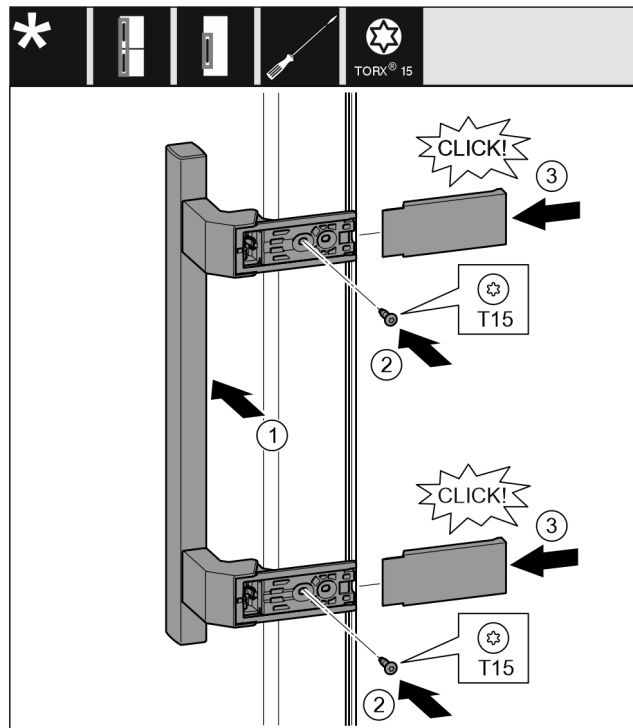

Fig. 40
- Greep op de tegenoverliggende zijde aanbrengen. Fig. 40 (1)
- De schroefgaten moeten precies boven elkaar liggen. Fig. 40 (2)
- Schroeven met schroevendraaier T15 vastschroeven. Fig. 40 (2)
- Afdekkingen zijdelings aanbrengen en erop schuiven. Fig. 40 (3)